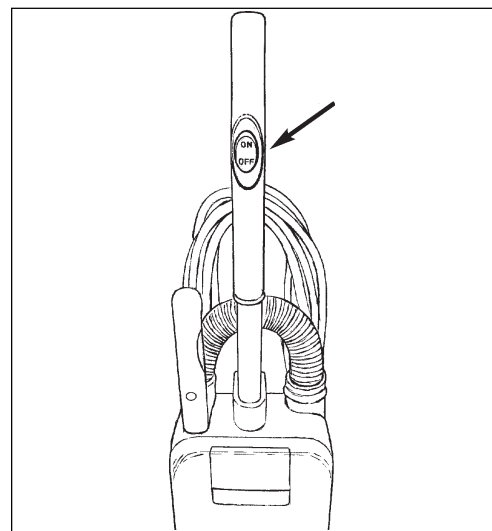

Figure 9
Le commutateur marche/arrêt (voir figure 9)
3. Placez le commutateur marche/arrêt en position "I" (voir figure 9).